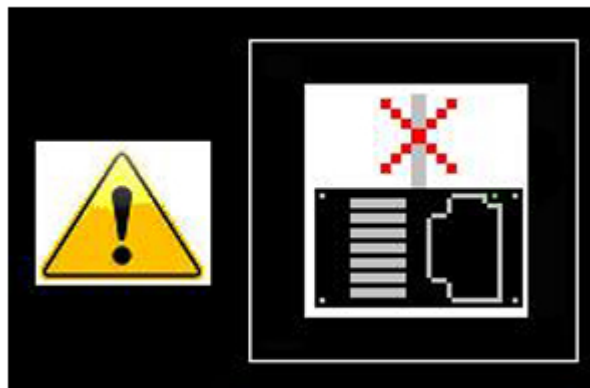

Figure 7.15 - Communicatiefout
8. Als er een storing is door communicatieverlies (FC010), wordt het storingspictogram in het midden van het beginscherm weergegeven, zie afb. 7.15.